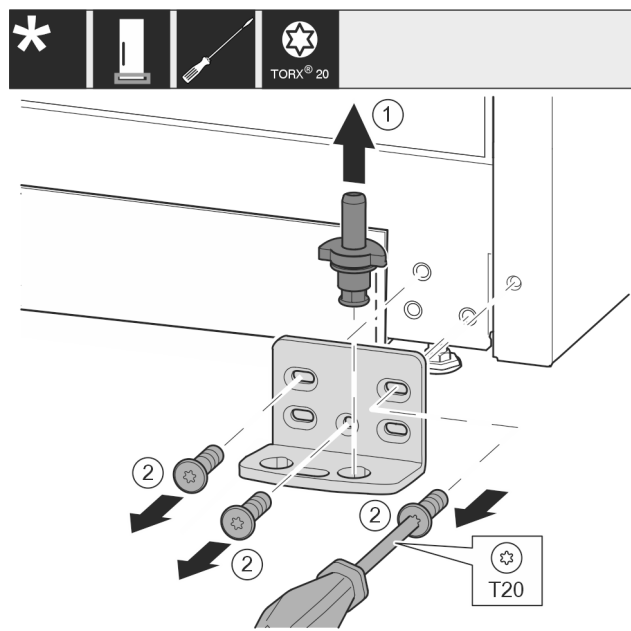

Fig. 29
- ▶ Izvucite svornjak ležaja Fig. 29 (1) potpuno prema gore.
- ▶ Odvijačem odvrtite vijke Fig. 29 (2) i skinite podložak ležaja.